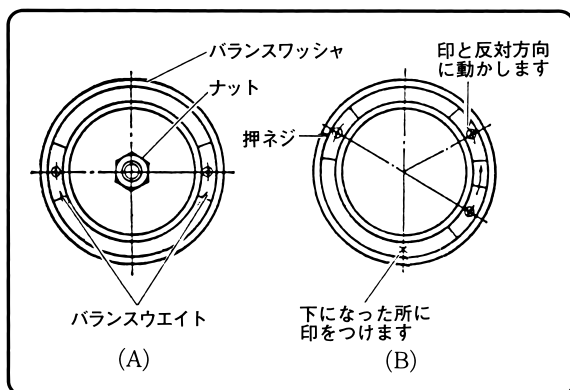

図 8
- まず図 8(A)のようにバランスウエイトを対称の位置において締付けます。
- そこで図 8(B)のように、バランスウエイトを動かして締付けます。